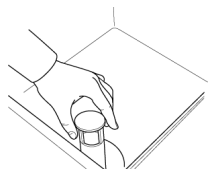

Fig.26
- 1- Ouvrir la porte et vérifier que toutes les composant, trop-plein inclus, soient dans leur logement. (Fig.26)